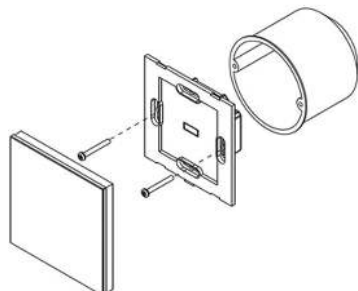

Рисунок 4. Установка панели управления в монтажную коробку
- 3.7. Установите корпус панели в монтажную коробку и закрепите его при помощи двух винтов (рисунок 4).